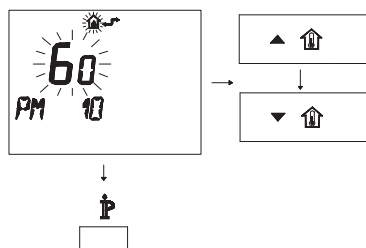

Figura 5.57
- Per modificare il SET programmato agire sui pulsanti o e aspettare che il numero programmato cominci a lampeggiare (Figura 5.57).